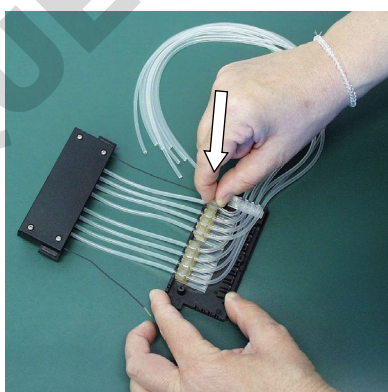

Figure 5-44. Pression des fixations de tube en place
9. Pressez chaque fixation de tube en place dans sa rainure sur le regard plastique (Figure 5-44).